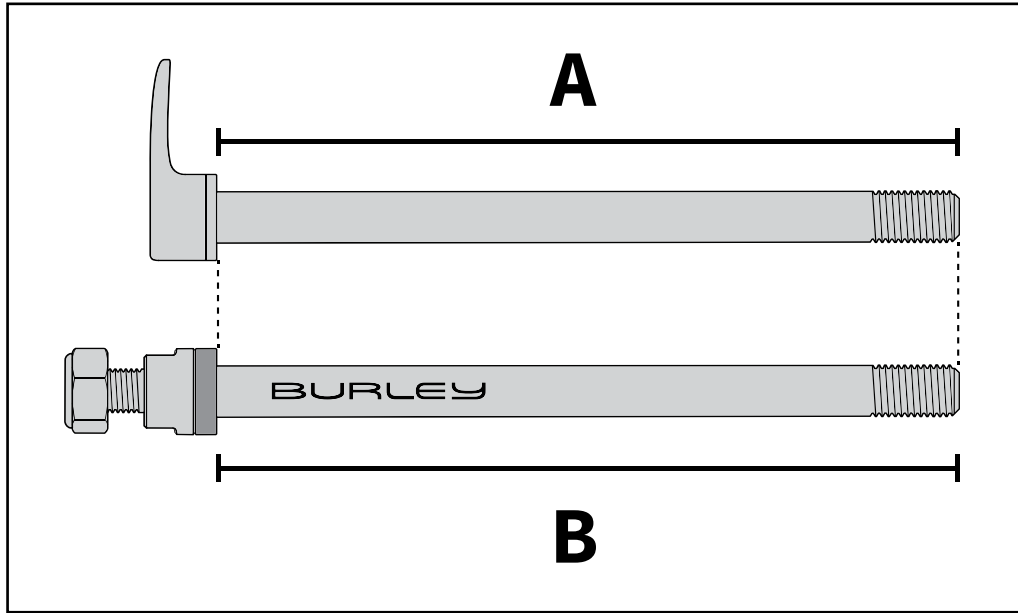
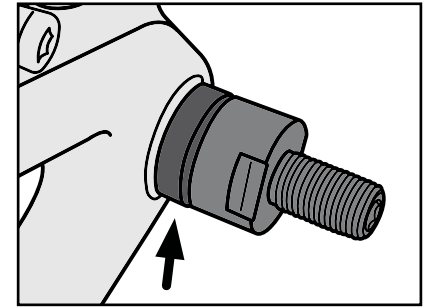
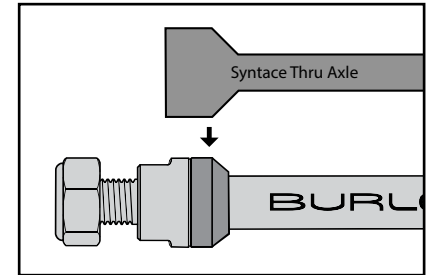

Fig 2
Fig 3
Fig 4
3. Compare axle shaft lengths (Fig 2). Ensure that the axle shaft length of your old thru axle (A) matches the axle shaft length of your Burley Thru Axle (B). If they are not the same length, add the appropriate spacer to the Burley Thru Axle so that A=B. (Fig 3)
If you have an angled (Syntace) dropout and thru axle as pictured in (Fig 4) use the angled spacer (only included with M12 142-148 x 1.0 model).
6. Ensure that the axle is flush with the frame of your bike when fully threaded. If the threads are sticking out the opposite side of your dropout more than 2mm, or the axle is not flush, re-install the axle with the appropriate spacer (Fig 3).
3. Vergleichen Sie die Längen der Achswellen (Abb. 2). Stellen Sie sicher, dass die Achswellenlänge Ihrer alten Steckachse (A) der Achswellenlänge Ihrer Steckachse von Burley entspricht (B). Sollten sie nicht dieselbe Länge haben, verlängern Sie die Steckachse von Burley mit einem entsprechend langen Zwischenstück, damit A=B. (Abb. 3) Wenn Ihr Ausfallende und Ihre Steckachse abgewinkelt sind (Syntace), wie in Abbildung 4 dargestellt, dann muss das abgewinkelte Zwischenstück verwendet werden (nur im Lieferumfang des M12 142-148 x 1,0 Modells beinhaltet).
6. Vergewissern Sie sich, dass die Achse, sobald sie vollständig eingeschraubt ist, bündig mit dem Rahmen Ihres Fahrrads abschließt. Sollten die Gewinde auf der dem Ausfallende gegenüberliegenden Seite mehr als 2 mm überstehen oder wenn die Achse nicht bündig sitzt, dann installieren Sie die Achse bitte erneut unter Verwendung eines entsprechenden Zwischenstücks (Abb. 3).
3. Comparez la longueur des arbres (Fig. 2). Vérifiez que la longueur de l'arbre de votre ancien axe traversant (A) correspond à la longueur de l'axe Burley (B). Si la longueur est différente, ajoutez l'entretoise appropriée à l'axe Burley de sorte que A=B. (Fig. 3)
Si vous disposez d'une patte angulaire (Syntace) et d'un axe traversant comme sur la (Fig. 4), utilisez l'entretoise angulaire (uniquement incluse avec le modèle M12 142-148 x 1.0).
6. Vérifiez que l'axe affleure le cadre du vélo lorsqu'il est totalement fileté. Si les filetages ressortent de l'autre côté de la patte arrière de plus de 2 mm, ou encore si l'axe n'affleure pas, réinstallez l'axe avec une entretoise appropriée (Fig. 3).